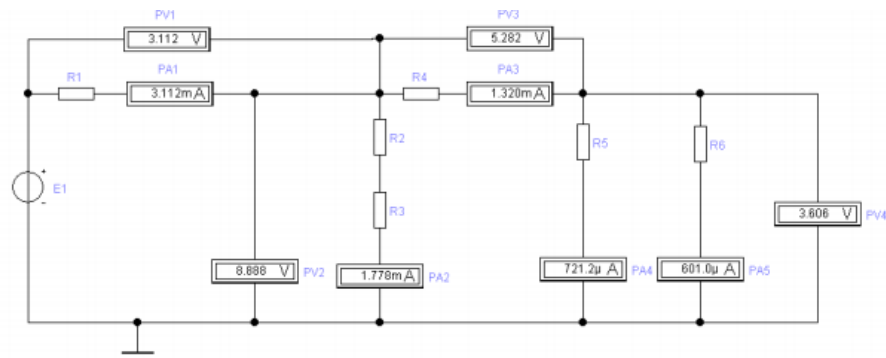

Рис. 3 - Електричне коло
1) Побудувати засобами Electronic Workbench електричне коло, наведене на рис. 3.
На рис. 3 показані: